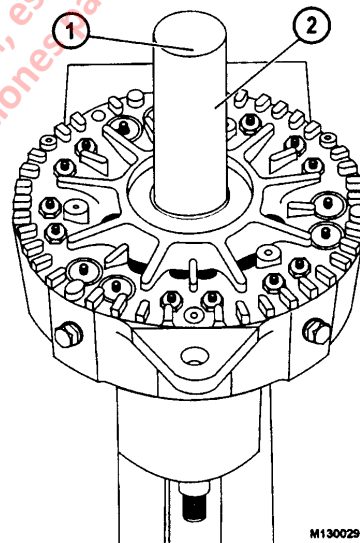

FIGURA 13-26
- Usando la herramienta BF4810 presione el descanso sobre el eje hasta que la carrera interior del descanso se asiente sobre el refuerzo del eje (Figura 13-26).